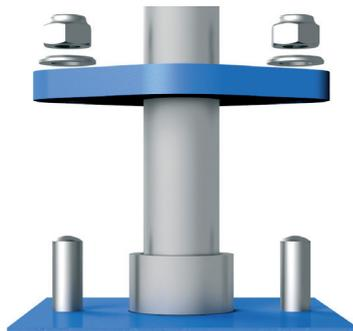

Fig. 8
3. Soltar y retirar las tuercas (19) de la brida prensaestopas (16) para poder desplazarla sobre el eje separándola del casquillo prensaestopas (15) (fig. 8).